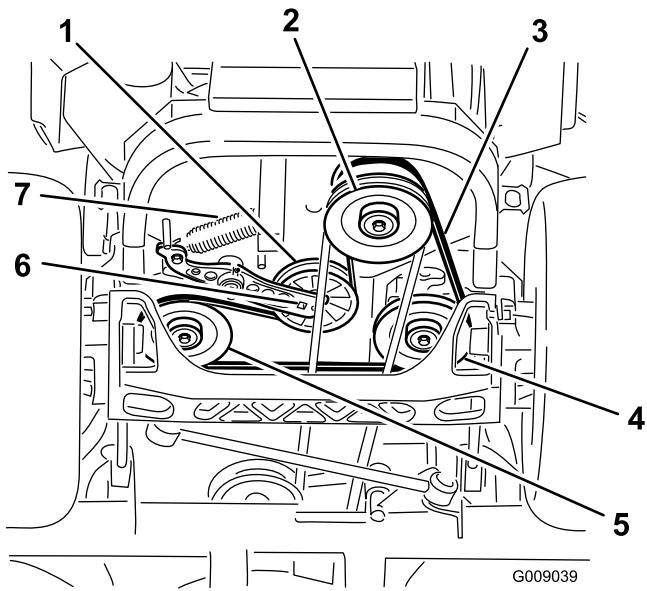

Figura 76
4. Levante la máquina y apóyela sobre soportes fijos (Figura 76).
5. Utilice una llave de carraca en el taladro cuadrado del brazo tensor para retirar el muelle tensor (Figura 76).
6. Desenganche el muelle de la polea tensora del bastidor (Figura 76).
9. Utilizando la llave de carraca en el taladro cuadrado del brazo tensor, instale el muelle tensor en el bastidor (Figura 76).